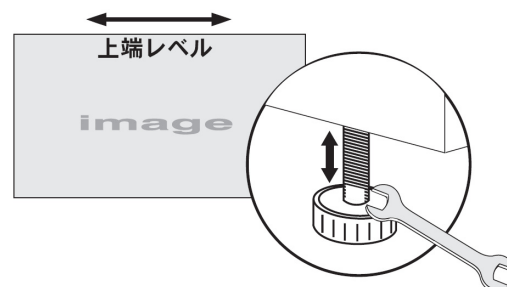

図 2.32 上端を水平にする
4. 横方向の水平化の再確認: 好ましいテストパターンをスクリーンに表示させた状態で、画像の上端がスクリーンの上端と平行になるように、プロジェクターの水平化を再確認します(2.3 プロジェクターの位置および取り付け参照)。図 2.32 を参照してください。